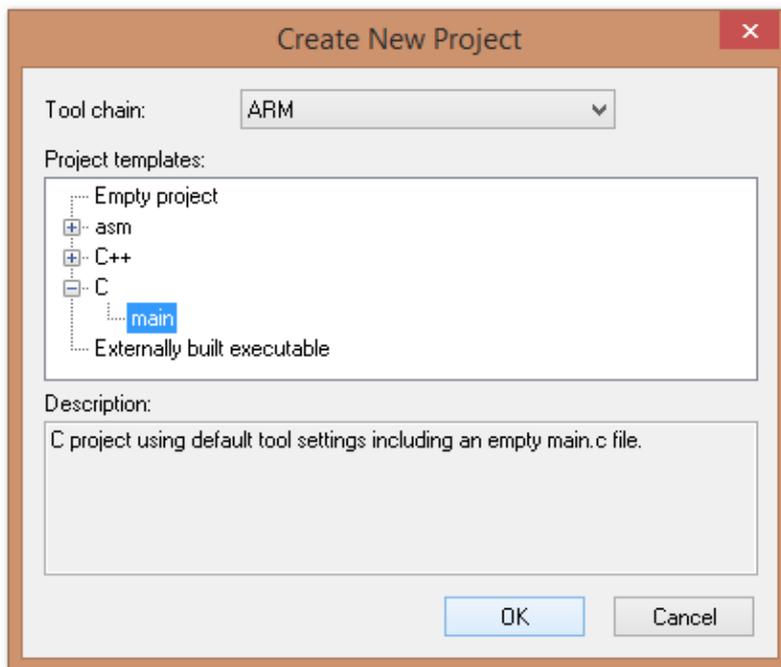
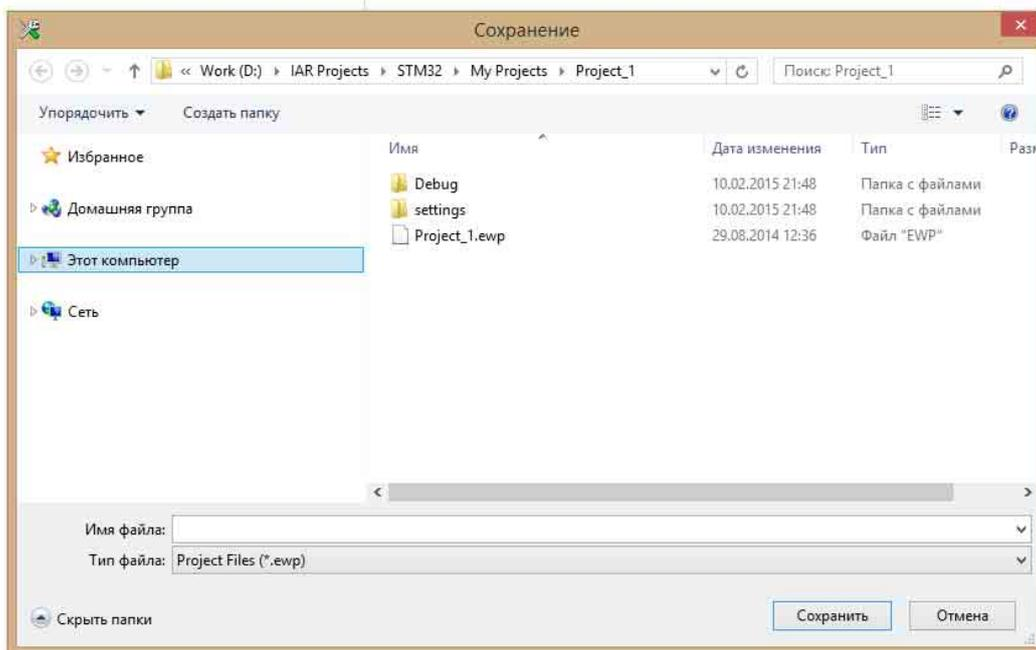

Рис. 3.3. Окно выбора языка программирования и микроконтроллера
Рис. 3.4. Окно сохранения проекта
3. В появившемся окне (рис. 3.3) необходимо выбрать шаблон для языка C и тип микроконтроллера (ARM). Далее следует сохранить рабочую область *Workspace* (рис. 3.4).